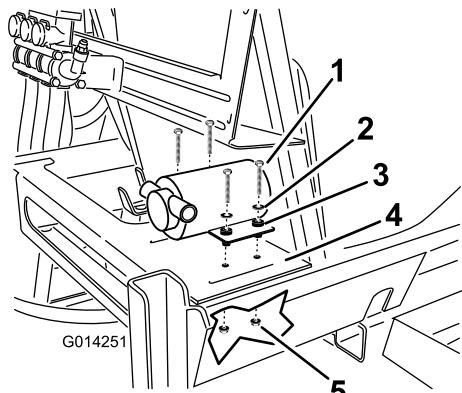

图19
1. 如图19所示，将冲洗水箱泵安装在主药缸右后侧药缸机架的平台上。
2. 用4个螺栓、4个垫圈和4个锁紧螺母将冲洗水箱泵固定在机架上（图19）。